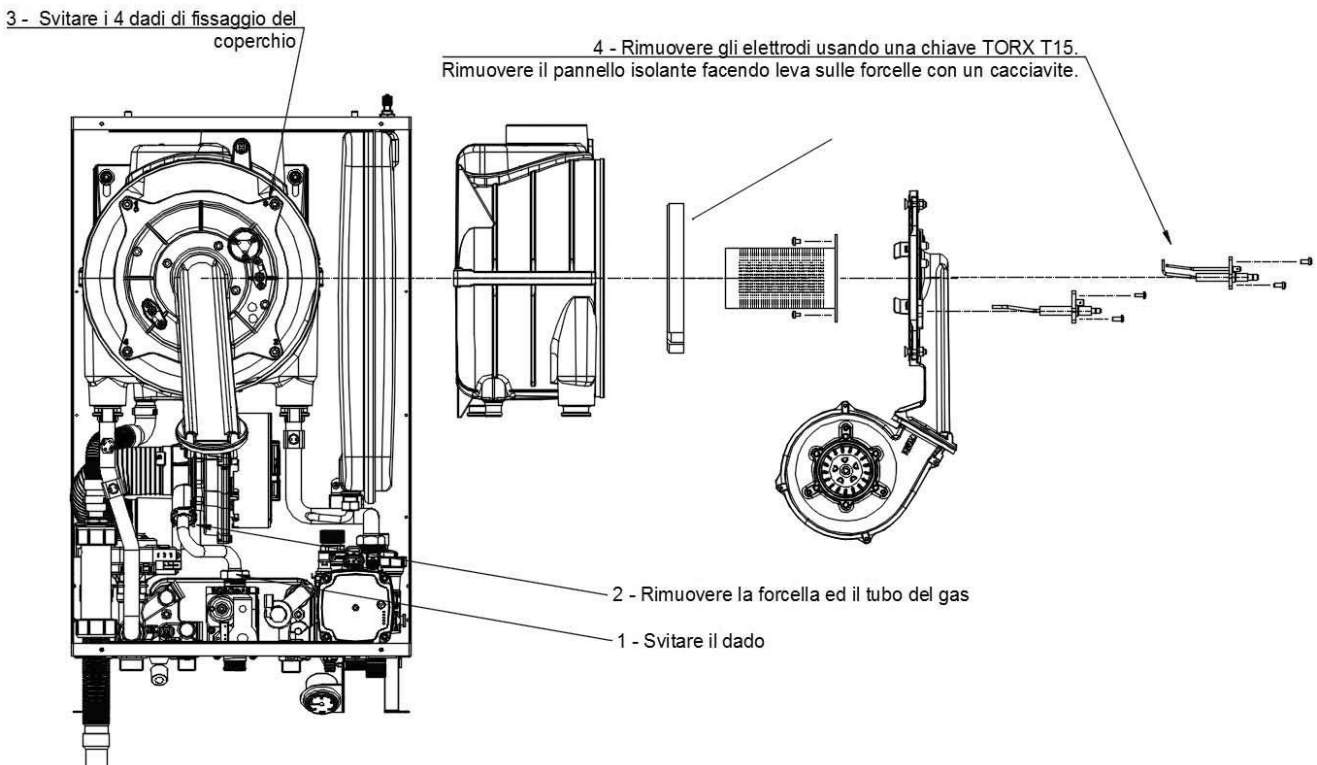

Fig. 33
7.11 ÎNLOCUIRE ARZĂTOR (Fig. 33)